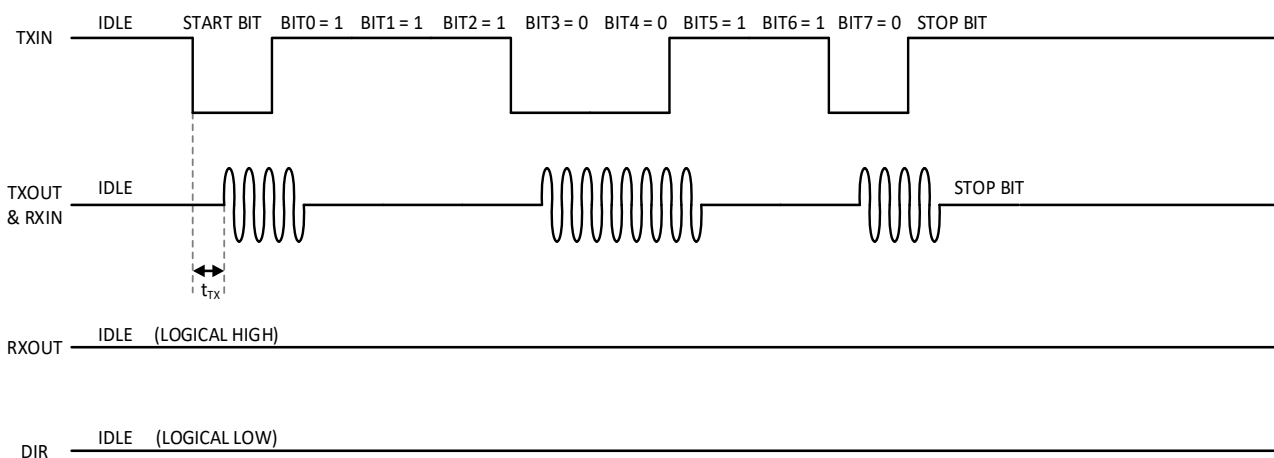

图 9-2 TXIN 到 TXOUT 通信信号传输时序图
- 3) 当内部状态机检测到信号从 TXIN 传输到 TXOUT 时，器件进入发送模式，DIR 置低，TXOUT 响应 TXIN 输入信号，当 TXIN 为低电平时，在 TXOUT 端产生 2.176MHz 载波输出；当 TXIN 为高电平时，则保持空闲输出。发送模式下，RXOUT 保持高电平，不响应 RXIN 的任何输入信号。在 TXIN 最后一次置于高电平后，DIR 继续保持 16 个位周期的低电平，然后终止发送模式，进入空闲状态，如图 9-2 所示。